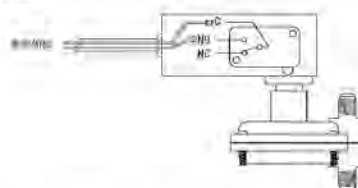

图 10 压差式流量开关内部接线图
- 1、确认压差式流量开关的输出是否与要求相符，压差式流量开关具有两根电线接，常开端 NO 输出。如需要常闭端输出可以打开压差式流量开关的接线盒，将接在 NO 端的电线拔下插在 NC 端即可。为了保证您的控制可靠，您最好在订购前事先与我公司明确您的要求。内部接线图见图 10。